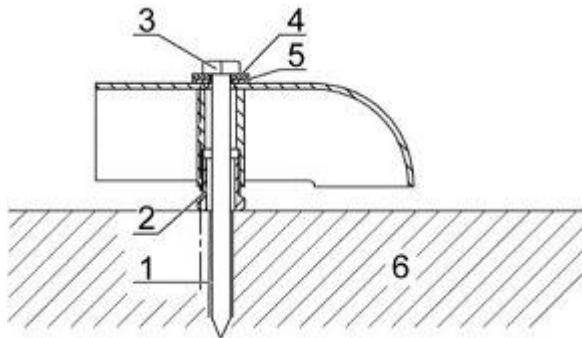

Figura 9 Elementi di fissaggio.
- ⇒ Premontare il nefoipsometro CHM 15k con le rondelle e le viti di fissaggio in dotazione (vedere la Figura 9) sulla base di appoggio in cemento senza serrare.